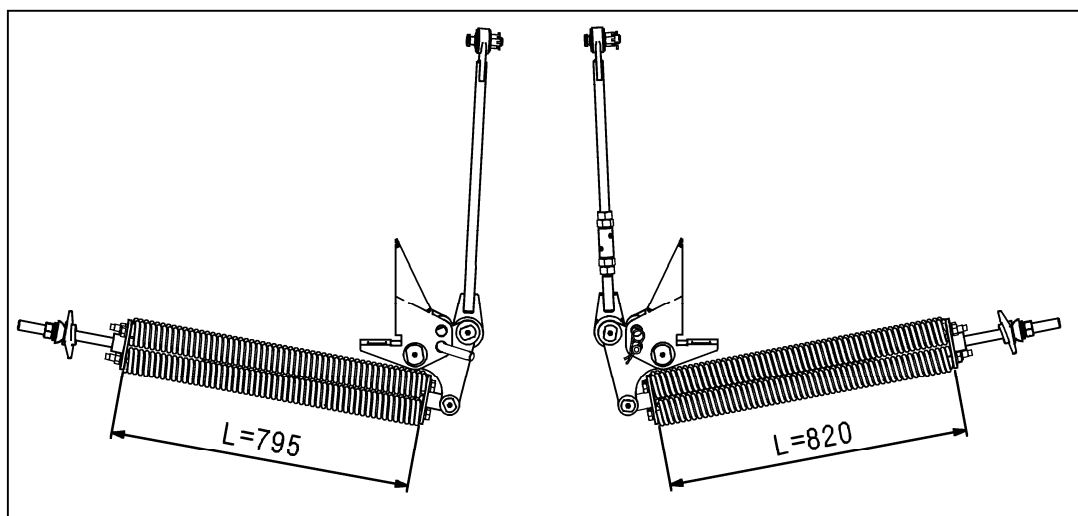

Рисунок 5.2 – Натяжка блоков пружин механизма уравнивания
- отрегулируйте натяжение пружин механизма уравнивания так, чтобы усилие на каждый крайний башмак было от 300 до 500 Н. Регулировку следует производить натяжением блоков пружин на величину L (рисунок 5.2).